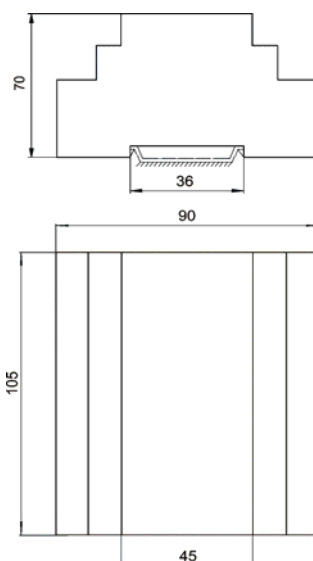

Рис.2 Габаритные и установочные размеры БУАВР
- 3.31.Габаритные и установочные размеры БУАВР приведены на рис. 2.